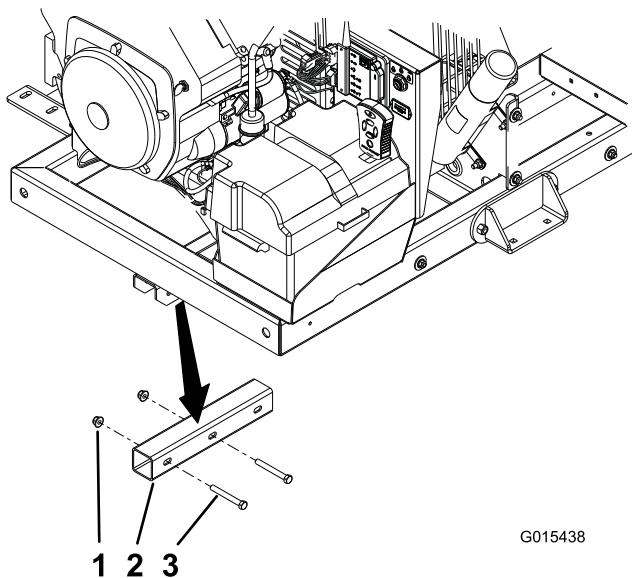

Figura 2
1. Si está instalado, retire el tubo corto del soplador (Figura 2). Guarde las fijaciones para instalar la pantalla acústica.